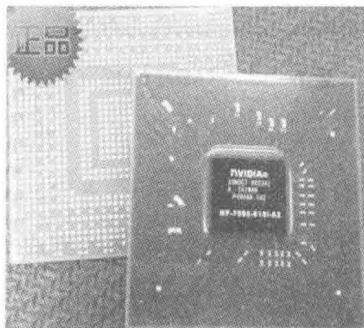
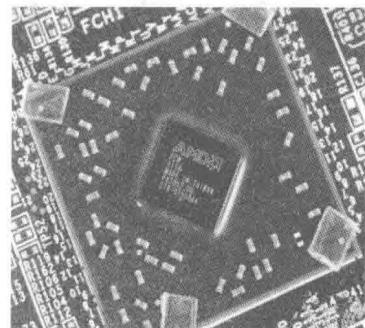

图 1-17 NVIDIA(NF610)北桥芯片
图 1-18 AMD(A75)北桥芯片
2. AMD 北桥芯片+NVIDIA(英伟达)北桥芯片(图 1-17、图 1-18)